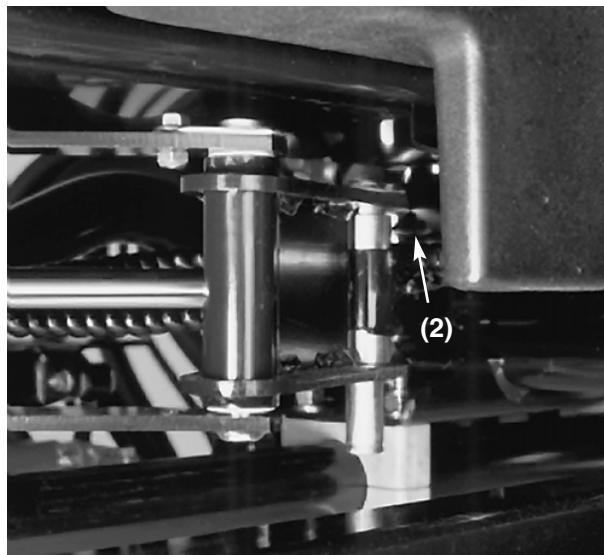
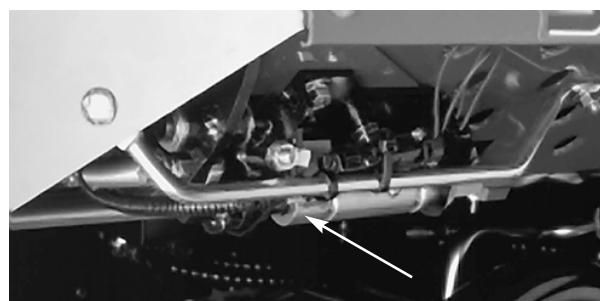

Figure 20
Figure 26
Graissez les roulements et bagues de pivots du groupe de déplacement suivants : pivot d'unité de coupe arrière (Fig. 18), pivot d'unité de coupe avant (Fig. 19), extrémités des vérins du SideWinder (2) (Modèle 03201 seulement) (Fig. 20), pivot de direction (Fig. 21), pivot de bras de relevage arrière et vérin de relevage (2) (Fig. 22), pivot de bras de relevage avant gauche et vérin de relevage (2) (Fig. 23), pivot de bras de relevage avant droit et vérin de relevage (2) (Fig. 24), mécanisme de réglage de point mort (Fig. 25), commande coulissante de tonte/transport (Fig. 26), pivot de tension de courroie (Fig. 27), vérin de direction (Fig. 28). **Note :** le cas échéant, vous pouvez monter un graisseur supplémentaire à l'autre extrémité du vérin de direction. Vous devez déposer la roue, poser le graisseur, le lubrifier, déposer le graisseur et mettre l'obturateur en place (Fig. 29). **IMPORTANT :** ne lubrifiez pas le tube transversal du Sidewinder ; les paliers sont auto-lubrifiés.